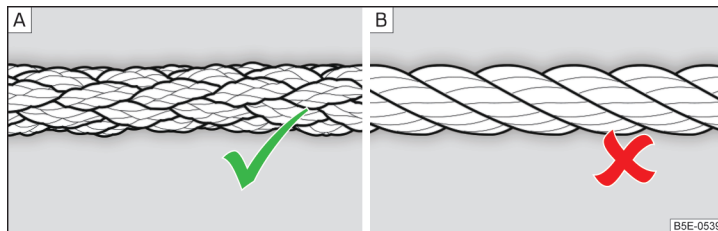

Fig. 156 Corda de reboque trançada / Corda de reboque torcida
Para o reboque com um cabo de reboque, utilizar apenas um cabo de fibra trançada » Fig. 156 - **A** » .
- Para o reboque não utilizar um cabo de reboque enrolado » Fig. 156 - [B], o olhal de reboque pode retirar-se do veículo - existe perigo de acidente.